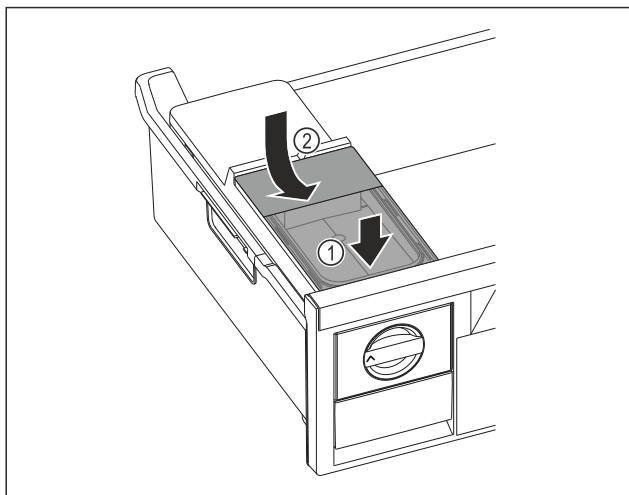

Fig. 73
- Placera vattenbehållaren framtill. Fig. 73 (1)
- Sänk ned vattenbehållarens baksida. Fig. 73 (2)